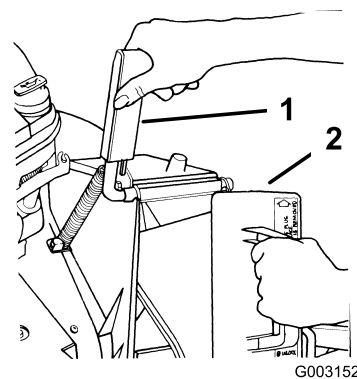

Figura 7
1. Abra la puerta de descarga tirando del tirador hacia adelante y desplazando la puerta hacia atrás (Figura 7). Mientras inserta el tapón, sujete el tirador de la puerta para evitar que el muelle cierre la puerta.
2. Puesto que el tapón es algo más ancho que la abertura del conducto de descarga, gire el tapón ligeramente en el sentido de las agujas del reloj al insertarlo (Figura 7).